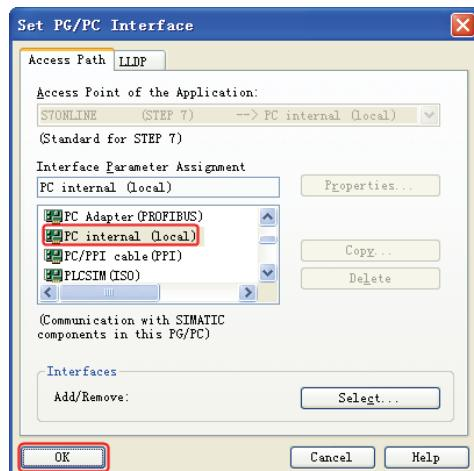

图 10-49 设置 PG/PC Interface
1) 首先设置 PG/PC 接口，在 STEP7 软件中，通过“Options”→“Set PG/PC Interface”进入设置界面，如图 10-49 所示，先选中“PC internal (local)”，再单击“OK”（确定）按钮。